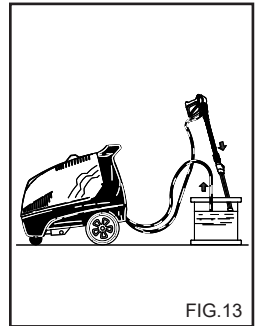

FIG. 13
**ANVENDELSE AF FROSTVÆSKE (fig. 13)**